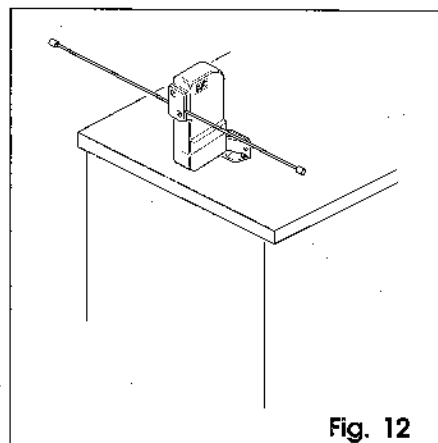

Fig. 12
- posizionamento in piano (fig. 12);